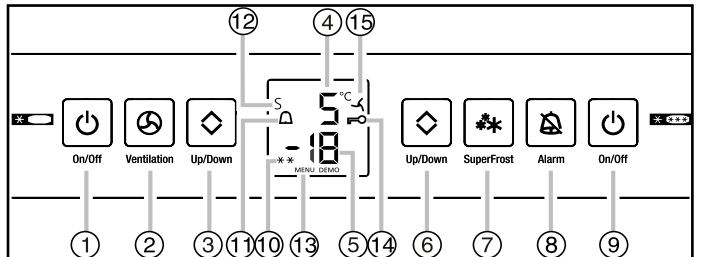

Fig. 11
- ▶ Toets On/Off vriesgedeelte fig. 11 (9) minimaal 3 sec. indrukken.
- ▶ Toets On/Off koelgedeelte fig. 11 (1) minimaal 3 sec. indrukken.